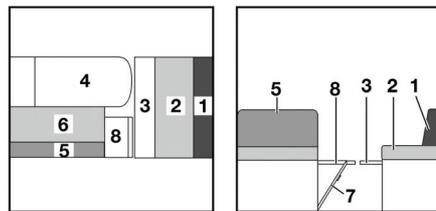

Bild 154 Während des Umbaus
- Sitzbankverlängerung (Bild 154,8) nach oben klappen und mit Klappe verkeilen.
- Bettkasten-Verlängerung (Bild 154,3) herausziehen.
- Das Sitzpolster (Bild 154,2) der Längssitzbank zur Mitte ziehen.
- Das Rückenpolster (Bild 154,1) der Längssitzbank zwischen das Sitzpolster und die Wand legen.
- Das Sitzpolster (Bild 154,6) nach vorn auf den Tisch ziehen.
- Das Rückenpolster (Bild 154,5) abnehmen und beiseite legen.